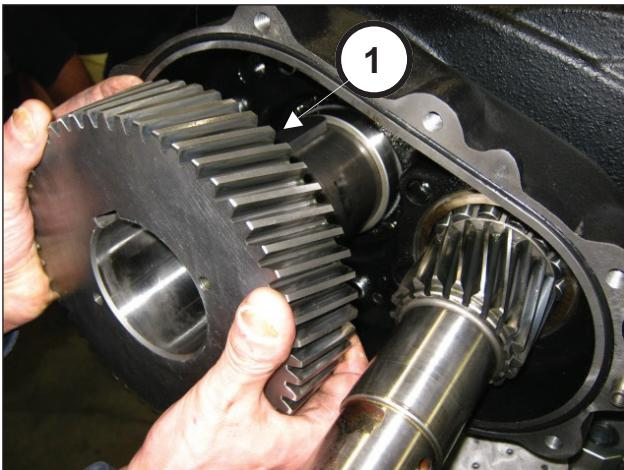
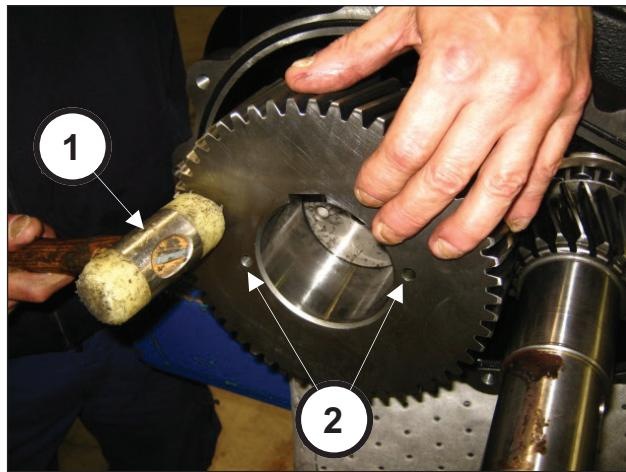

Abb. 79
Abb. 80
Setzen Sie den Zahnkranz auf der Welle (Pos. ①, Abb. 79) mithilfe eines Schlagwerks bis auf Anschlag ein (Pos. ①, Abb. 80).
Stellen Sie beim Einbau des Zahnkranzes sicher, dass die beiden Bohrungen M8 (zum Abziehen verwendet) zur Außenseite der Pumpe gerichtet sind (Pos. ②, Abb. 80).